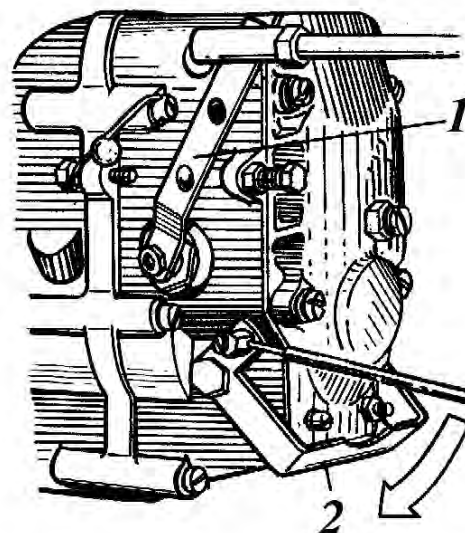

Рис. 10.1. Регулятор частоты вращения
8) установив скобу 2 (рис. 10.1) регулятора в положение выключенной подачи топлива (рукоятку 8 (рис. 2.3) останова двигателя установите в верхнее положение), в течение 10–15 секунд провертывайте стартером коленчатый вал двигателя и по показаниям манометра определите наличие давления масла в центральном масляном канале. При наличии давления можно пускать двигатель.